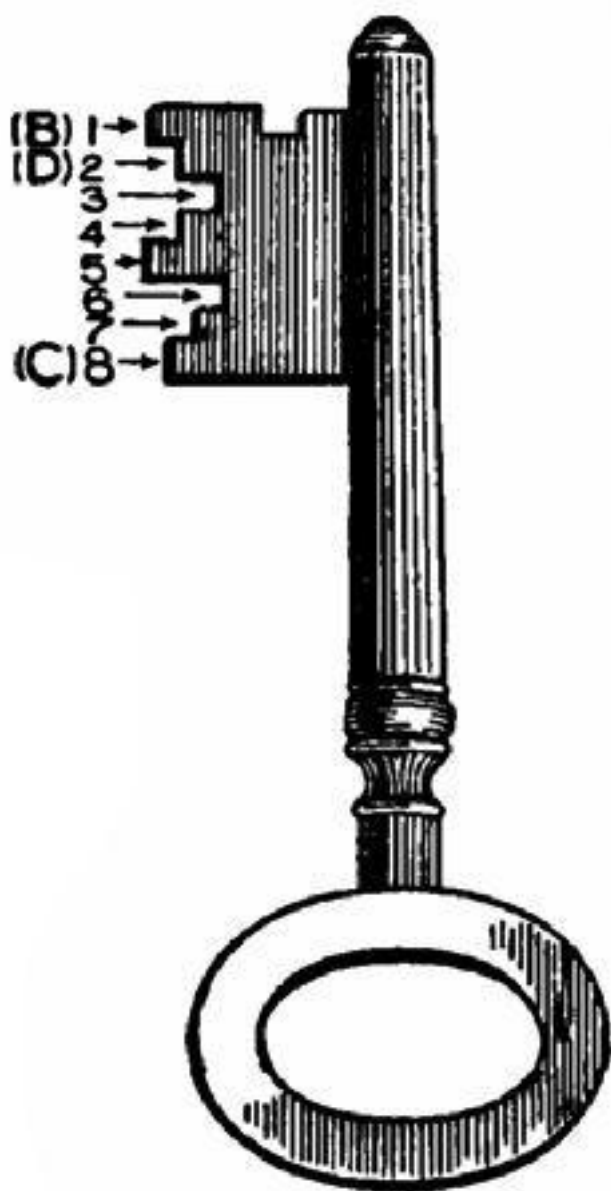

Рис. 217. Ключ Чабба.
На рис. 217 изображен ключ Чабба с восемью ступенями. То, что ближе всего к головке (8), приводит в действие круговую вращающуюся шторку, которая предотвращает использование инструментов для взлома при вставке и частичном повороте ключа, поскольку прорезь для ключа в шторке больше не находится напротив прорези для ключа в замке. Шаг 1 перемещает затвор.